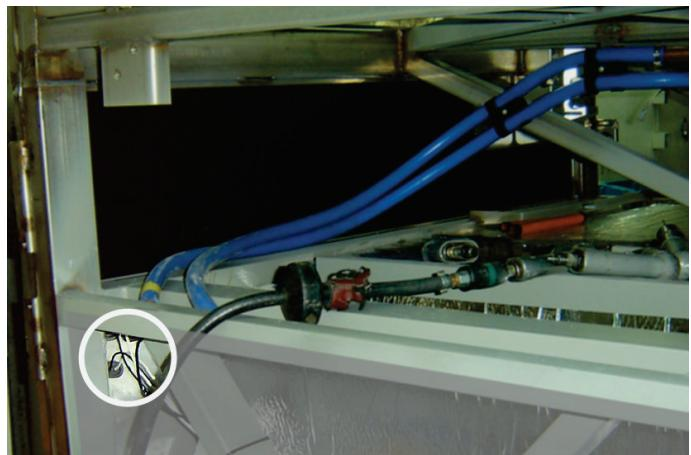

Figure 9
**4. Déconnectez les fils et tirez à l'intérieur du véhicule par l'ouverture (Fig. 9).**